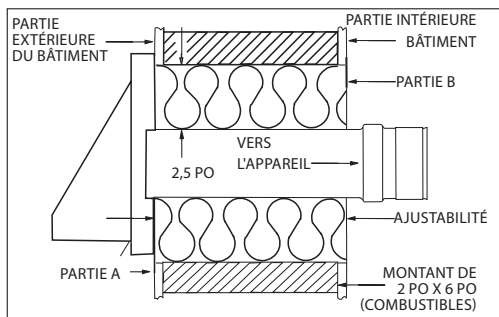

Figure 19
2. Définir l'emplacement et découper une ouverture pour la virole murale (voir **Figure 19**).